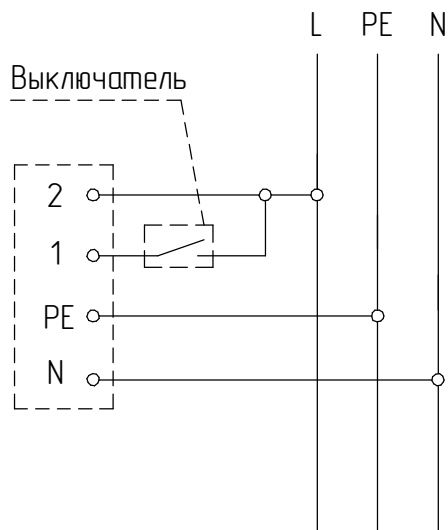

Рисунок 6 - Схема подключения светильников к сети
5.5 Подключение светильника производить согласно схеме (см. рисунок 6). Подключите фазовый провод некоммутируемой сети освещения (т.е. между фидером и светильником не должно быть никаких выключателей, кроме автоматов защиты) к клемме 2, а фазовый *провод коммутируемой сети к клемме 1*.